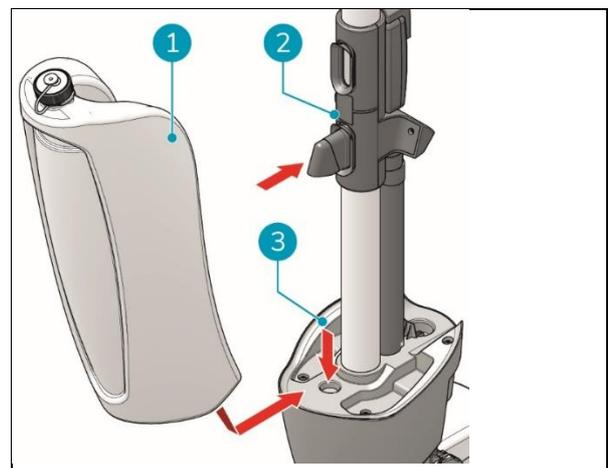

Figura 12
1. Mettere il fondo del serbatoio di recupero (Figura 12, pos. 1) sulla parte anteriore dell'i-mop® XXL Pro (Figura 12, pos. 3).
2. Spingere la parte superiore del serbatoio in posizione finché non si sente un "clic", il magnete (Figura 12, pos. 2) bloccherà il serbatoio di recupero in posizione.